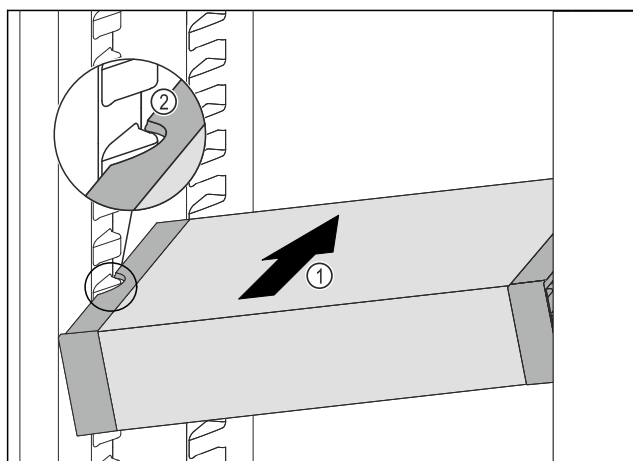

Fig. 119
- ▶ VarioSafe skjuts in snett i kyldelen *Fig. 119 (1)*, tills sidofördjupningarna *Fig. 119 (2)* hos VarioSafe är i samma nivå som behållarlisterna i kyldelen.